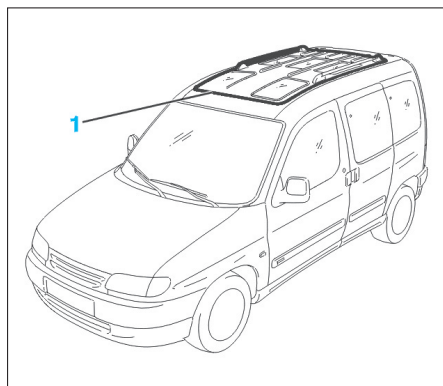

FIG. 107
- Déposer le joint de finition (1) (Fig.107).